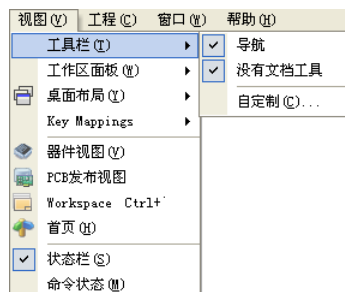

图 1-10 “视图”菜单
“视图”菜单主要用于工具栏、工作面板、命令行及状态栏的显示和隐藏，如图 1-10 所示。
- (1) “工具栏”命令：用于控制工具栏的显示和隐藏，其子菜单如图 1-10 所示。